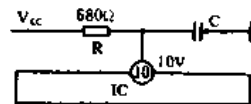

图 49-1
在路电压检测,即不焊下集成电路,用万用表检测集成电路各引脚电压。检测时最好能随手做好记录,当某一引脚电压与标准值不一样时,不要马上拆卸外围元件或集成电路。因为集成电路内部有一定联系,在电路上也相互牵制,有一定的联系,需从整体来分析、判断。集成电路外围元件损坏时,也会引起电压与标准值不符。如图 49-1 所示,某集成电路⑩脚电压标定值 10V,供电电压 12V,电流 I 是通过电阻 R 流入⑩脚, $R=680\Omega$ 。根据欧姆均会使⑩脚电压出现异常。所以⑩脚电压与标准值不一致时,应检查电源电压  $V_{CC}$  是否正常,电阻 R 及电容 C 是否良好,最后才能判断集成电路是否损坏。